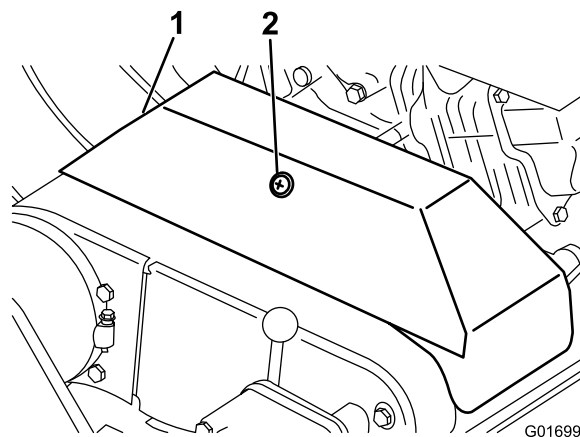

Figura 39
2. Desaperte a fixação que prende a cobertura da correia em V e incline a abertura da cobertura (Figura 39).